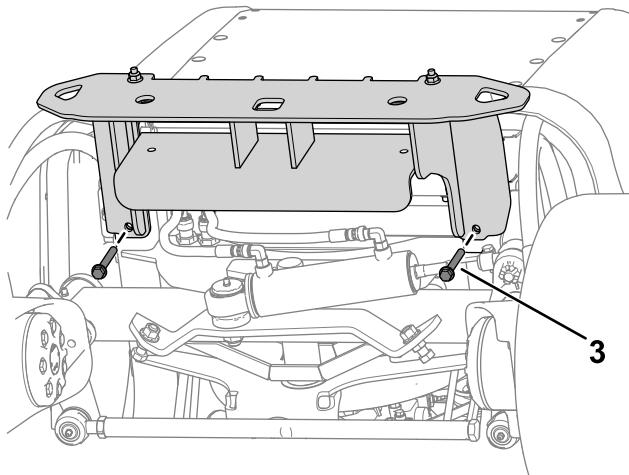

Bild 15
2. Befestigen Sie den oberen Bereich des Stoßfängers mit vier Schrauben ( $\frac{3}{8}$ " x  $3\frac{1}{4}$ ") und 4 Muttern ( $\frac{3}{8}$ ") lose am Maschinenrahmen, wie in Bild 15 dargestellt.
3. Befestigen Sie den Stoßfänger mit zwei Schrauben ( $\frac{3}{8}$ " x 3") und zwei Muttern ( $\frac{3}{8}$ ") lose unter dem Maschinenrahmen, wie in Bild 15 dargestellt.